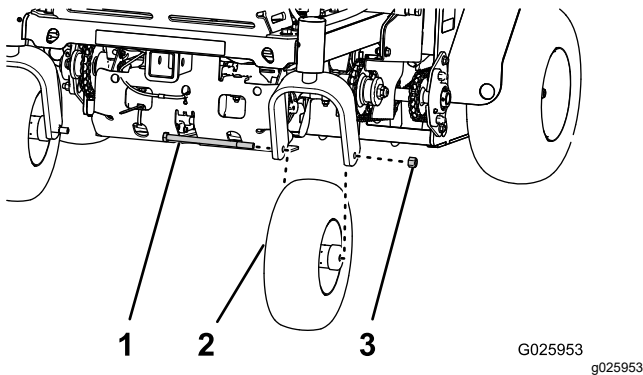

Figura 26
3. Retire la tuerca y el perno de la rueda, y retire el conjunto de la rueda giratoria de la horquilla (Figura 26).
- Alinee el orificio del eje del conjunto de la rueda giratoria entre los orificios de la horquilla de la rueda giratoria (Figura 26).
- Sujete la pieza a la horquilla con la tuerca y el perno de la rueda (Figura 26) que se retiró en el paso 3 de *Retirada del conjunto de la rueda giratoria* (página 32).